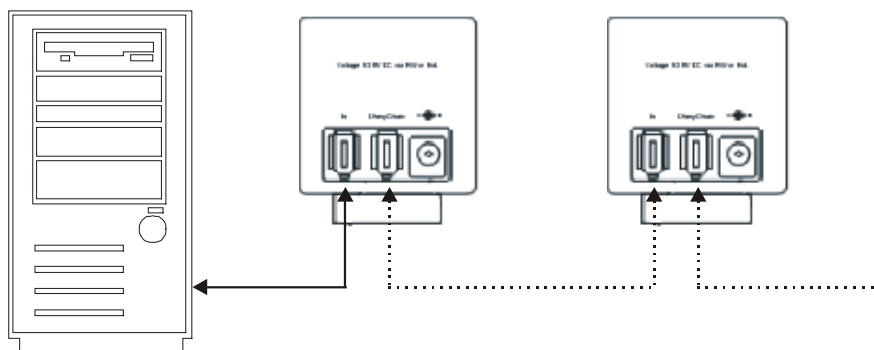

Bild 5: Verbindung der FireWire-Kameras mit dem Computer (PC)
Verbinden Sie die **In** Buchse immer direkt bzw. indirekt (siehe Bild 5) mit dem Computer (PC).
- Die Bezeichnungen „In“ und „DaisyChain“ beschreiben die Versorgungsrichtung der Betriebsspannung: **In** erwartet eine Spannungsversorgung durch ein anderes 1394-Gerät, während **DaisyChain** andere 1394-Geräte versorgt (Bild 5). Trotz dieser Bezeichnungen ist aber der Datenfluß natürlich bidirektional.